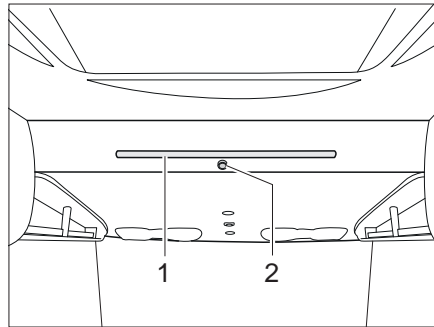

Bild 126 Hubbett manuell
- Den Verriegelungsknopf (Bild 126,2) ziehen, um das Hubbett zu entriegeln.
- Das Hubbett mit beiden Händen an der Griffstange (Bild 126,1) nach unten ziehen.
- Die Aufstiegsleiter mit den beiden Bügeln in die Griffstange (Bild 126,1) am Hubbett einhängen.